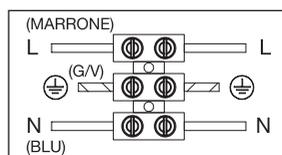

Fig. 1
3. Collegare il cavo d'alimentazione alla rete rispettando le polarità e secondo quanto indicato dalle vigenti normative (vedi Fig. 1).